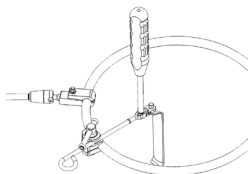

Figure 7
- Pour incliner les **lames d'écarteur**, utilisez la **clé hexagonale** pour desserrer le pivot sur le **porte-lame** et manipulez la lame à la main jusqu'à la position désirée. Pour sécuriser la lame d'écarteur, serrez le pivot avec la **clé hexagonale** (Figure 7).